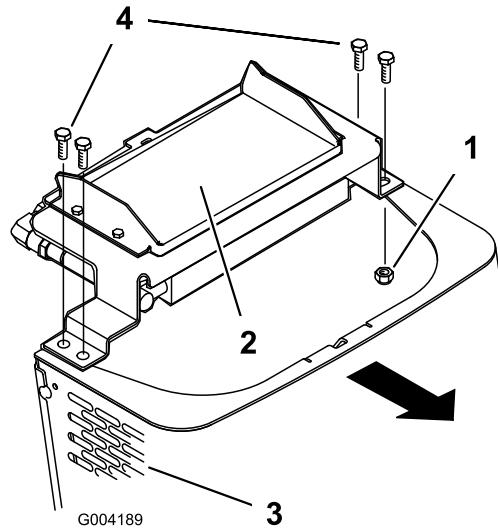

Figure 33
| 6. Enlevez les boulons à épaulement et les écrous qui fixent le refroidisseur d'huile en haut du panneau avant (Figure 33). | |
- Enlevez les boulons à épaulement et les écrous qui fixent le refroidisseur d'huile en haut du panneau avant (Figure 33).